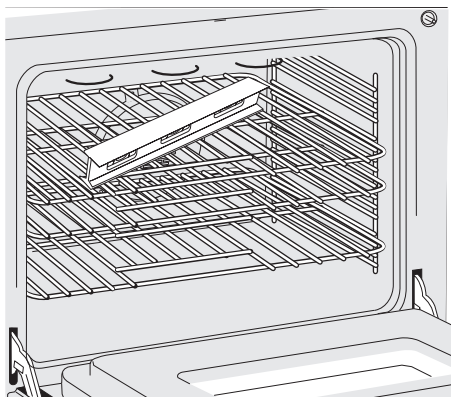

Figura 6
2. Ponga un nivel sobre la parrilla (figura 6). Ponga un nivel sobre la parrilla. Tome dos lecturas con el nivel puesto diagonalmente en una dirección y después en la otra. Nivele la estufa, si es necesario, ajustando las 4 patas niveladoras con una llave de tuercas (vea la figura 11).